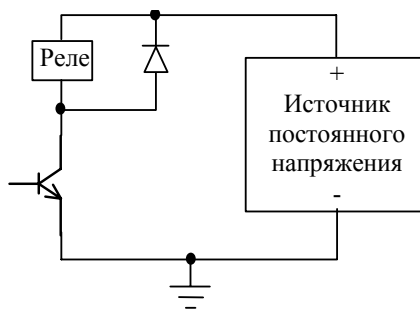

Рисунок 4.4.1
4.4.1. При управлении индуктивными нагрузками (например, катушка реле) с помощью выходных ключей, параллельно катушке желательно включить защитный диод или небольшую RC цепочку (100 Ом, 0,1 мкФ), согласно схемы приведенной на рис.4.4.1: